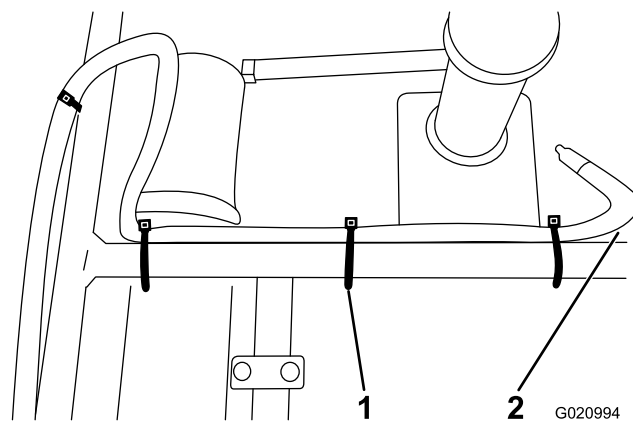

Figura 4
- Sujete el arnés de cables al reborde de la base del asiento con los sujetacables (Figura 4).